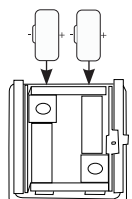

Fig. 10
- Para retirar las baterías, levante cuidadosamente el soporte de la batería con un destornillador plano pequeño. Instale las baterías nuevas como se muestra en la Fig. 10. Coloque firmemente el soporte de la batería en el interruptor.